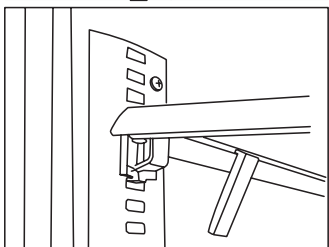

fig. 9C
4. Hyldeknægterne skal påsættes ens i højden, så hylden kommer til at ligge vandret (fig. 9C).